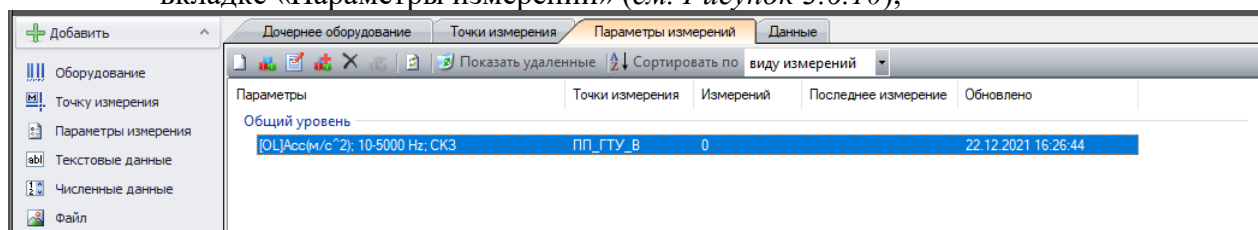

Рисунок 3.6.10
- убедиться в записи сконфигурированного параметра точки измерения на вкладке «Параметры измерений» (см. Рисунок 3.6.10);